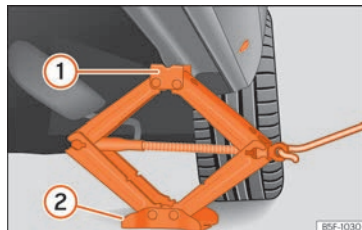

Fig. 38 Bas de caisse : placement du cric du véhicule.
- Tournez la manivelle du cric*, placé sous le point d'appui du bas de caisse, pour le lever jusqu'à ce que l'ergot ① » fig. 38 se trouve sous le logement en plastique prévu à cet effet.
- Alignez le cric* de sorte que l'ergot ① « s'encastre » dans le logement en plastique prévu à cet effet sur le bas de caisse et que la plaque de base mobile ② repose sur le sol. La plaque de base ② doit tomber à la verticale par rapport au point d'appui ①.